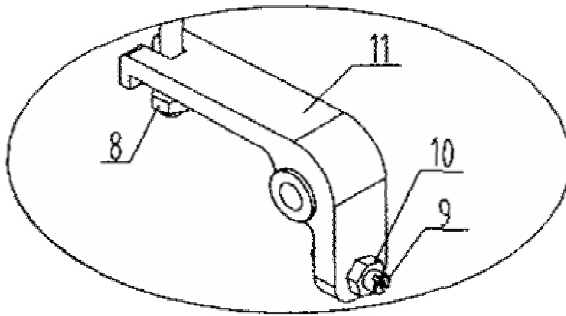

Figura 3
3.1.3. Asezati bulonul si piulita la capatul lantului(nr. 2) si apoi fixati-le in orificiul de pe bratul plat (nr. 11).Asamblarea este completa. Vezi figura 3
Asamblarea este completă.Vezi figura 3.
Asamblarea este completa. Vezi figura 3.
4.2. Boltul (nr. 9) din figura 3 este folosit pentru a ajusta pozitia transpaletului. Când transpaletul urca si coboara instantaneu, rotiti boltul in sensul invers acelor de ceasornic putin si apoi faceti un test pentru a vedea daca acum coboara normal. Piulita exterioara a boltului (nr. 10) este folosita la blocare, deci trebuie slabita inainte de operatie si stransa dupa aceea.